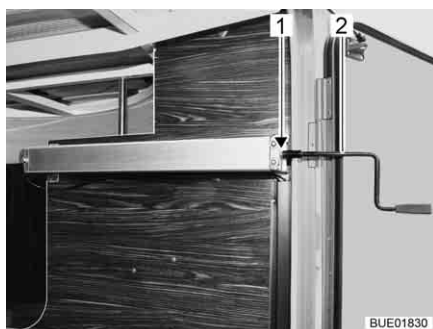

Bild 118 Vev i bakre lastutrymmet
- Sätt veven (Bild 118,2) på tappan (Bild 118,1).